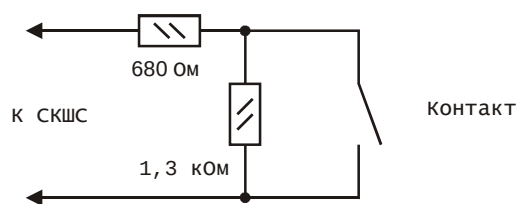
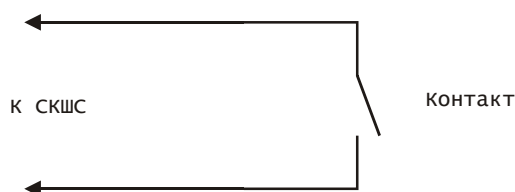

Рис. 2 Типовая схема включения ШС с контролем КЗ и обрыва
Рис. 5 Схема включения ШС без контроля КЗ и обрыва
Схемы включения ШС приведены на Рис. 2 и Рис. 5. Данные схемы справедливы для нормально замкнутых и нормально разомкнутых контактов. Наличие или отсутствие контроля КЗ или обрыва ШС конфигурируется в БЦП (см. Руководство по программированию ППКОП 01059-
При подключении одного ШС к СКШС по схеме на Рис. 2, собственный ток потребления СКШС увеличивается на:
При подключении одного ШС к СКШС по схеме на, Рис. 5 собственный ток потребления СКШС увеличивается на:
5.5. Схемы включения ШС приведены на Рис. 2.